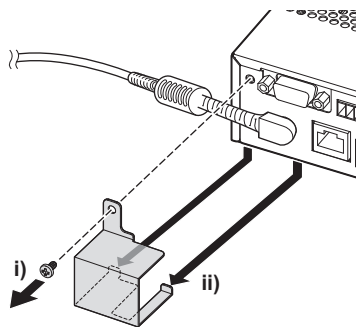

Fig. 1
- 2) Rimuovere la staffa di fissaggio per adattatore CA. (Fig. 1)